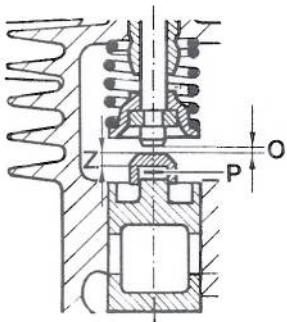

Bild 5
Ventilspiel (O, Bild 5) mit einer Fühlerlehre zwischen Ventilschaft und Stößelkopf messen. Der Stößel muss auf unterem Totpunkt stehen; d.h. das Ventil muss geschlossen sein. Die Stößelköpfe gibt es in verschiedenen Bodendicken (Z), in Abstufungen von 0,20mm. Bei Bestellung gewünschte Bodendicke (Z, Bild 5) angeben. Ferner gibt es noch Ausgleichsscheiben (P) 0,1mm dick. Durch Auswechseln der Stößelköpfe und Beilegen einer evtl. erforderlichen Ausgleichsscheibe (P) wird das Ventilspiel eingestellt.